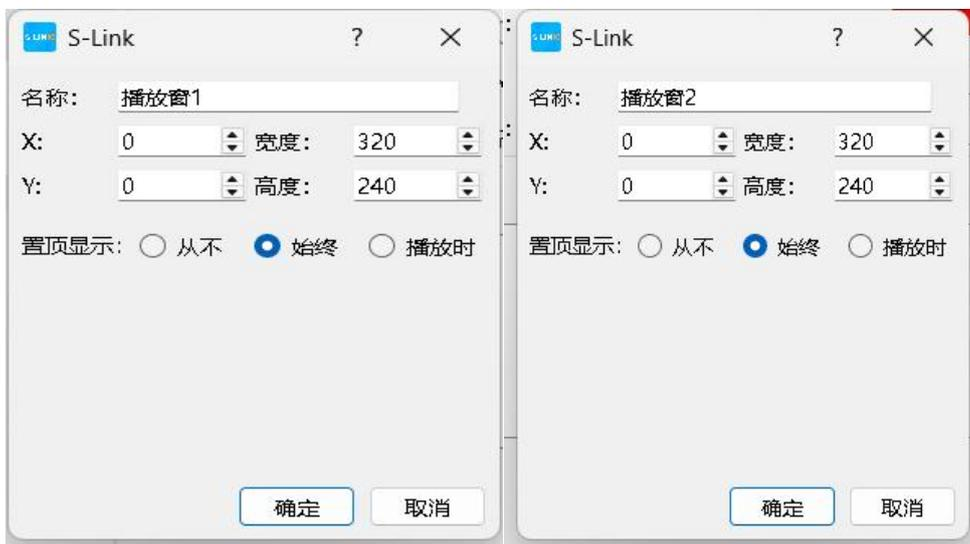

图 14-4 演播室
- 步骤 3 右键播放窗可修改窗口大小添加播放窗删除播放窗如图 14-4